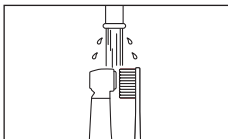

Fig. 11
- 1) Nettoyez les surfaces externes de la pièce à main avec une brosse à dents à poils souples pendant 15 secondes ou plus. (Fig. 11)